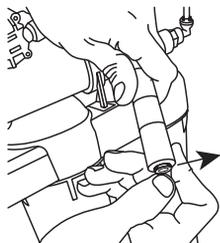
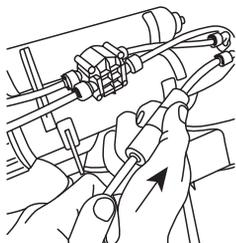
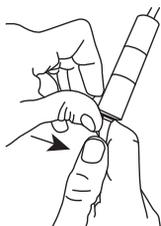
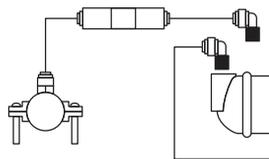

Рис. 26
Рис. 27
Рис. 28
Рис. 29
5.9.4. Извлеките стопорную клипсу из выхода ограничителя потока (Рис. 26). Вставьте шланг от дренажной муфты (Рис. 27). Зафиксируйте стопорной клипсой (Рис. 28). Подключение должно соответствовать схеме подключения соответствующей модели (Рис. 29).